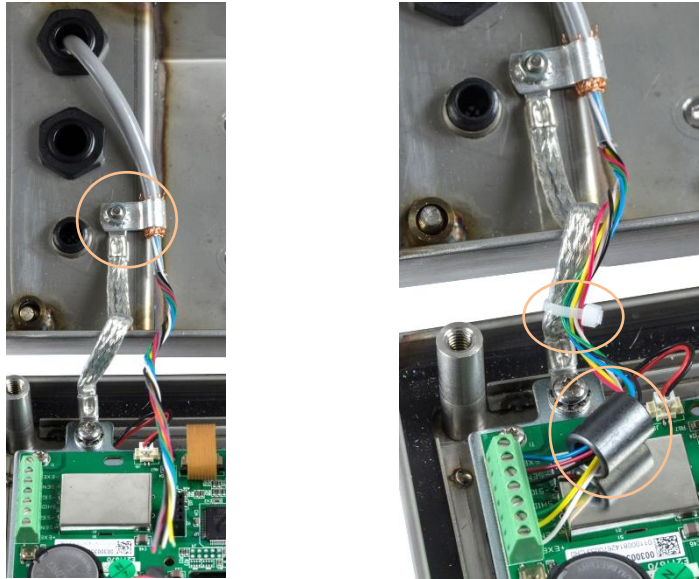

Figura 2-28: Instalación de la ferrita del cable de la celda de carga analógica y conexión a tierra del chasis, IND236
5. Conecte la pinza de conexión a tierra en la caja con el tornillo de fijación de la bisagra de la caja, como se muestra en la Figura 2-28 (izquierda).